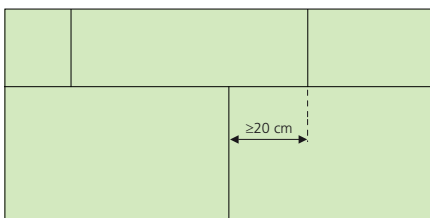

Abb.2
- Kleinformatige Platten sind im Verbund mit einem Versatz von mind. 20 cm zu verlegen (Abb.2).